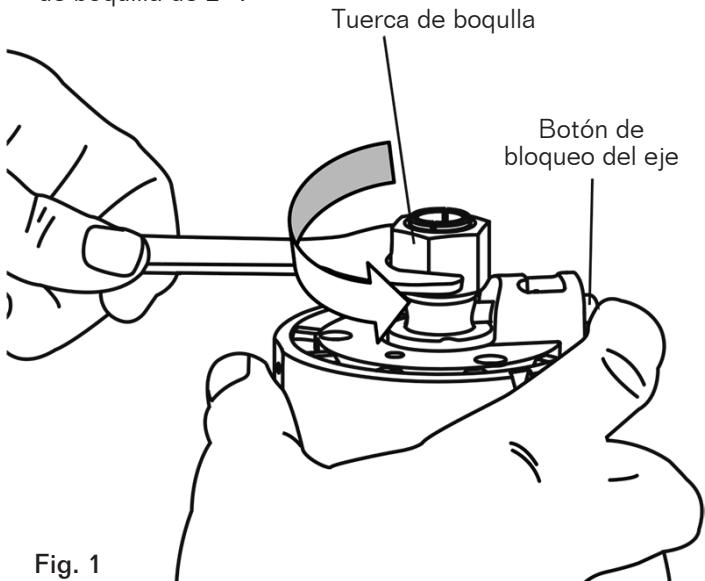

Fig. 1
4. Presione el botón de bloqueo del eje para enganchar y bloquear el eje del eje y la tuerca de la pinza (FIG. 1).